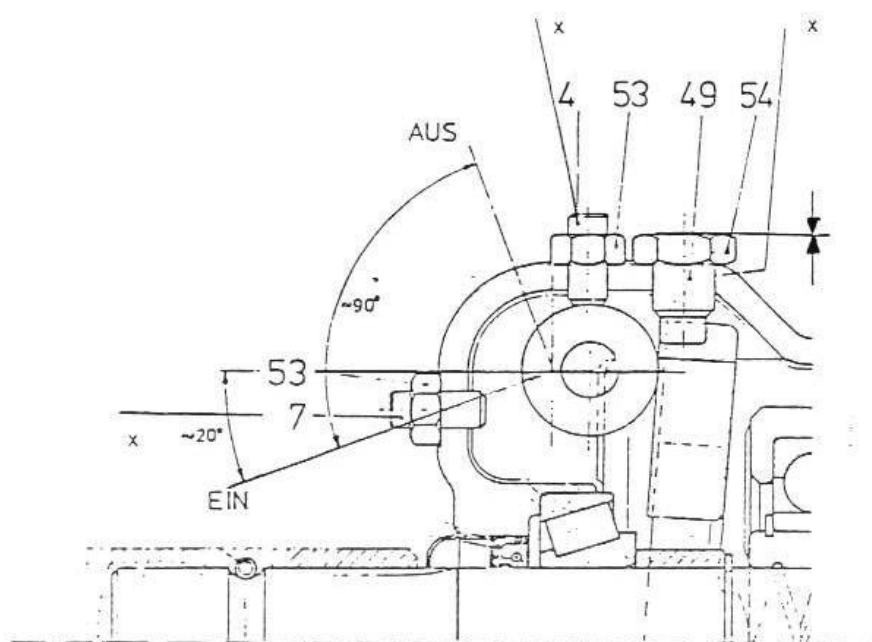

Fig. 21
1. Serrer la vis de guidage (49) de la fourchette d'embrayage jusqu'à ce qu'elle affleure le contre-écrou puis le bloquer.
2. Positionner le levier de commande 20° sous l'axe horizontal (EIN fig. 21). Serrer la vis de réglage (4) et bloquer le contre-écrou.
3. Déplacer le levier de commande de 90° vers le haut (AUS fig. 21). Serrer la vis (7) et bloquer le contre-écrou.